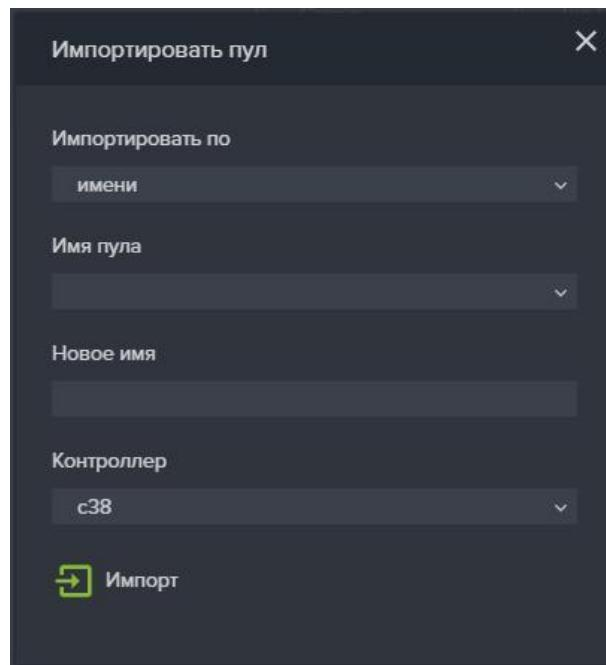

Рисунок 35. Импортировать пул
3. В появившемся окне (см. Рисунок 35) введите параметры: